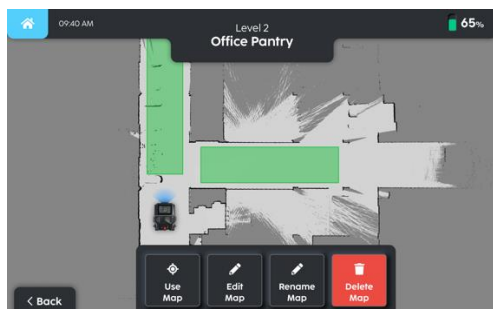

Fig. 3
3. Sélectionnez l'option « Use map (Utiliser la carte) » pour changer de carte (Fig. 3).